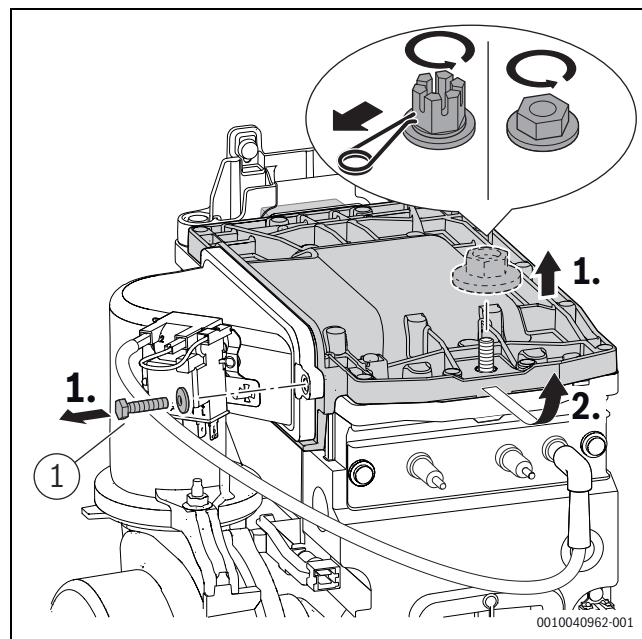

Fig. 41 Desmontar a tampa do queimador
- ▶ Apertar o parafuso ([1], fig. 41) na tampa do queimador com $5,5 \pm 0,5$ Nm.